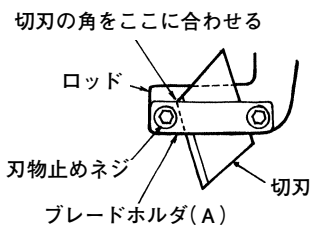

図 20 [切刃の場合]
(3) 刃物が溝に完全に入っていることを確認した後、切刃の場合は、ブレードホルダ(A)の上面と、切刃の角の部分合わせます。(図20)